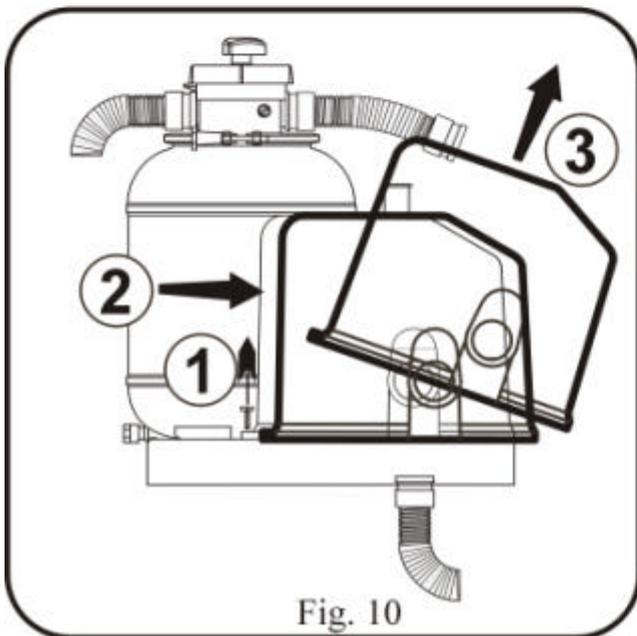

Fig. 10
- Desserrer les deux vis fixant la carcasse du filtre et soulever celle-ci (Fig.10).